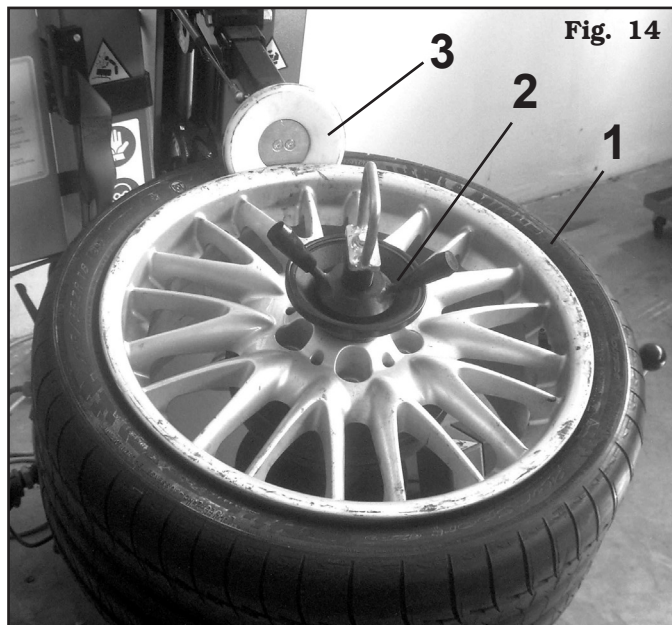

Fig. 14
1 - Ubicar la rueda (**Fig. 14 ref. 1**) en la máquina y bloquear la llanta con el dispositivo de bloqueo (**Fig. 14 ref. 2**).
Realizar el destalonado del talón superior del neumático usando el rodillo (**Fig. 14 ref. 3**).